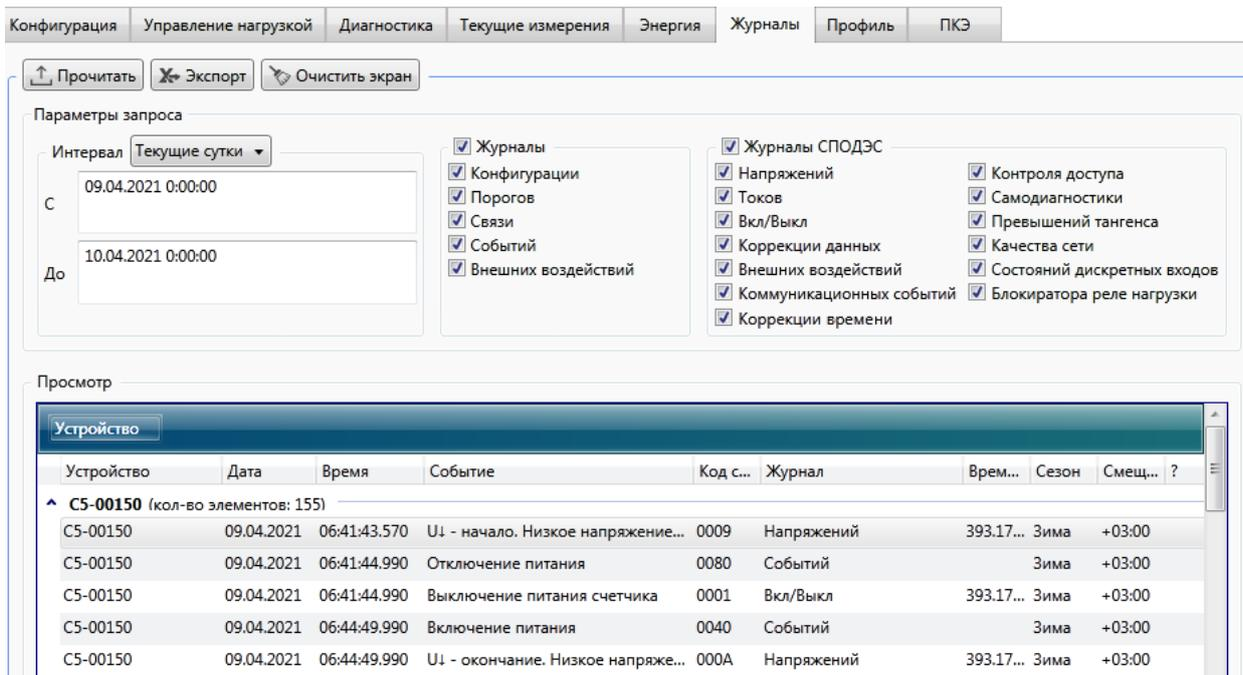

Рисунок 9.47 – Запрос журналов событий
9.6.5.1 Для просмотра журнала событий счетчика необходимо перейти на вкладку *Журналы* области параметров (рисунок 9.47).